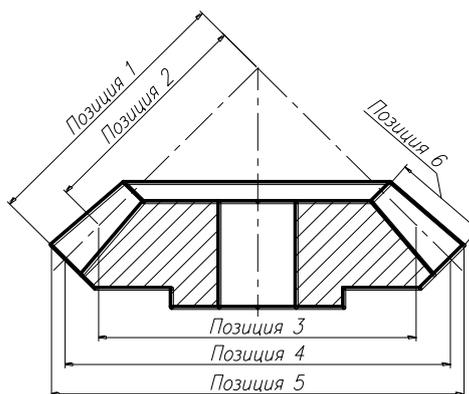

Рисунок 2 – Колесо зубчатое коническое
27. Средний делительный диаметр зубчатого колеса (рисунок 2) указан на позиции...
28. Внешнее конусное расстояние зубчатого колеса (рисунок 2) указано на позиции...
29. Длина зуба зубчатого колеса (рисунок 2) указана на позиции...
30. Внешний делительный диаметр зубчатого колеса (рисунок 2) указан на позиции...